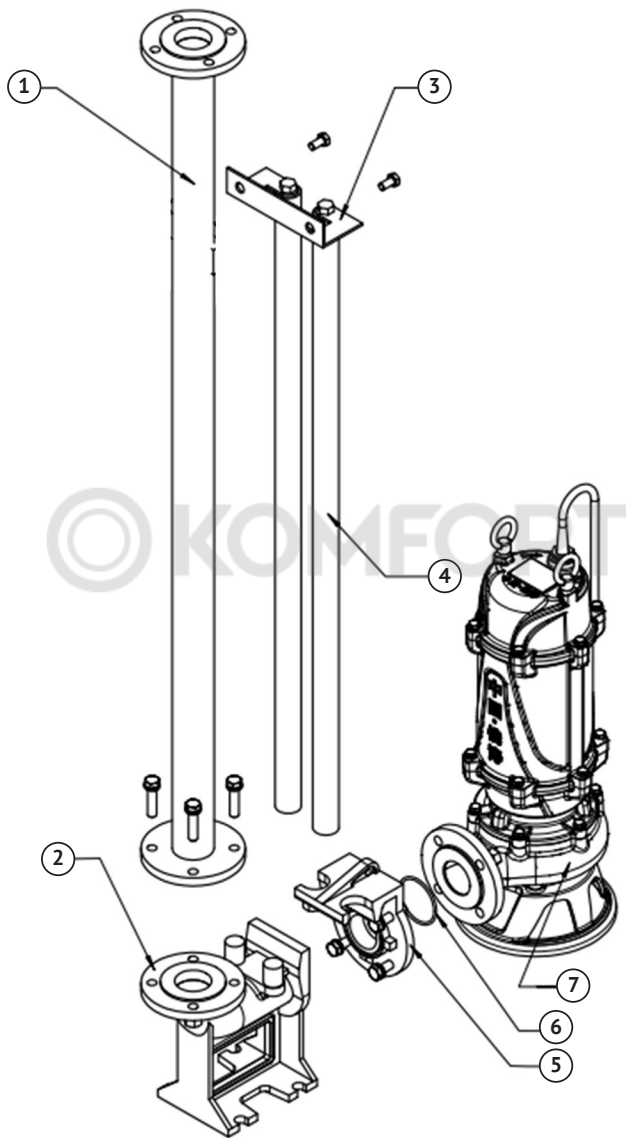

Рисунок 4 - Устройство и работа трубной муфты
Трубная муфта представляет собой устройство, состоящее из нескольких ключевых компонентов (см. рисунок 4), каждый из которых играет важную роль в процессе монтажа и эксплуатации насосов.
### Монтаж соединительной опоры с коленом (поз. 2, рисунок 4):
- выполните монтаж напорного трубопровода (поз. 1, рисунок 4) к основанию муфты.
### Монтаж направляющих труб (поз. 4, рисунок 4):
- направляющие трубы (в комплект поставки не входят) устанавливаются на соединительную опору и фиксируются с помощью держателя направляющих труб (поз. 3, рисунок 4).
### Монтаж соединительного фланца с захватом (поз. 5, рисунок 4):
- соединительный фланец с захватом устанавливается на напорный патрубок насоса (поз. 7, рисунок 4), учитывая, что направляющие захваты должны быть обращены в сторону, противоположную насосу.
### Установка уплотнительной манжеты (поз. 6, рисунок 4):
- после установки соединительного фланца на напорный патрубок насоса, уплотнительная манжета (поз. 6, рисунок 4) вставляется в него таким образом, чтобы она надежно зафиксировалась в пазах.